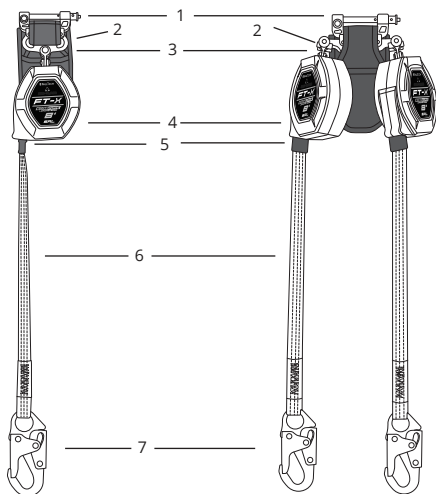

Figure 2 - À propos de la SRL-P à bord d'attaque FT-X EdgeCore à arc électrique de classe 2
Comme le montre la figure 2 ci-dessous, la FT-X EdgeCore à arc électrique dispose d'un boîtier en nylon qui contient une ligne de vie synthétique enroulée sur un tambour à ressort. La corde de sécurité FT-X EdgeCore à arc électrique est munie d'un arrêt de corde de sécurité et d'un connecteur d'extrémité de jambe. Lorsque l'utilisateur est attaché, la corde de sécurité s'étend et se rétracte avec le mouvement de l'utilisateur, maintenant automatiquement la corde de sécurité tendue. En cas de chute, un système de cliquet centrifuge s'enclenche, arrêtant le dévidage de la corde de sécurité. En cas de chute, le connecteur de la SRL du HCC se détachera du connecteur de cisaillement et l'absorbeur d'énergie (AE) intégral se déploiera, ralentissant et arrêtant progressivement la chute.